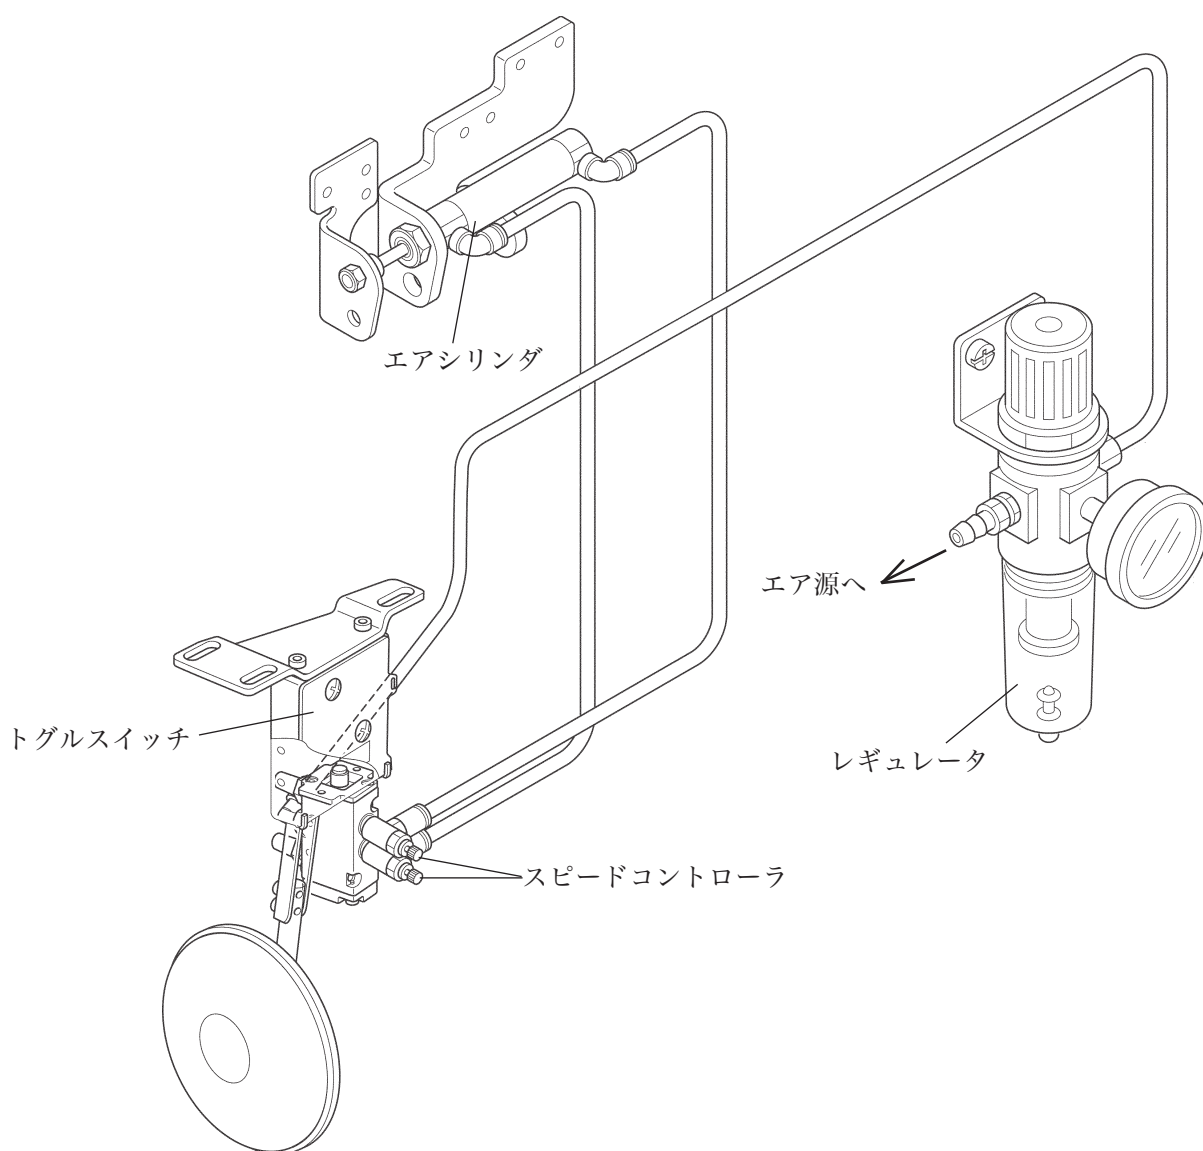

図 1-4
- (1) トグルスイッチ、レギュレータをテーブルの下に木ネジで取り付ける。
- (2) 図 1-4 を参照してエア配管する。
- (3) エアの圧力は約 0.2MPa である。